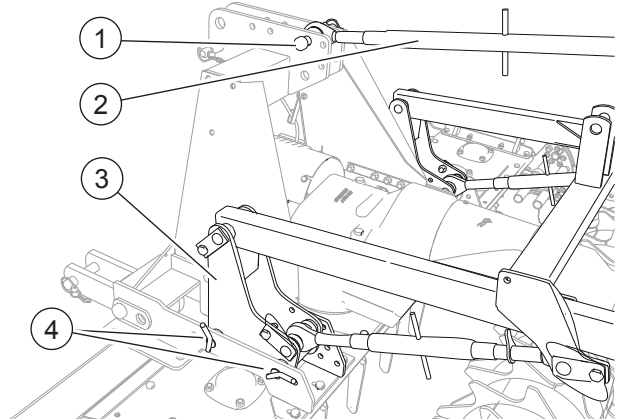

FIG. 16
- Den Anschluss an der Maschine einstellen: die unteren Anschlüsse auf den Grundplatten der Dreipunkt-Anhängervorrichtung einsetzen (3, "Fig. 16").
- Die unteren Anschlüsse mit den Pins sperren (4).
- Collegare il tirante (2) al terzo punto sulla macchina.
- Den Koppler mit dem Pin sperren (1).